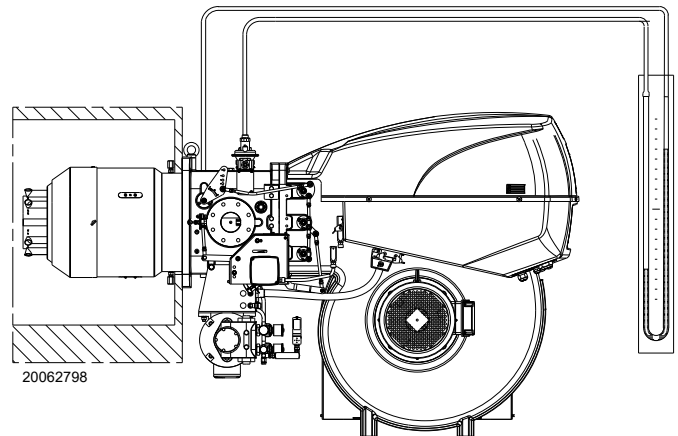

Abb. 31
- Ein U-Rohr-Manometer oder einen Differenzdruckmesser (Abb. 31) mit Anschluss (+) am Gasdruck der Muffe und (-) in der Brennkammer montieren. Damit soll annäherungsweise die MAX. Leistung des Brenners ermittelt werden.
Das U-Rohr-Manometer (Abb. 31) zeigt den Gaseintritt an der Muffe an.